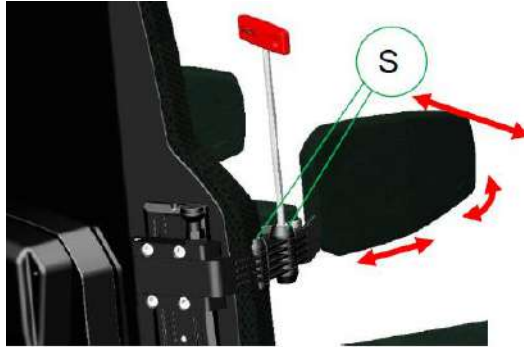

Figura 11-42
- Paso 1: Afloje los tornillos (S) de los puntos de fricción (Figura 11-42)